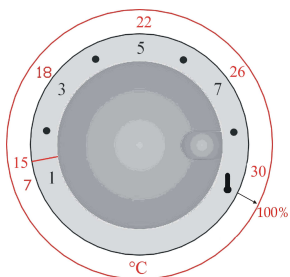

Figure 3: Echelle du bouton de réglage
4. Tourner le bouton de réglage pour sélectionner la température désirée (voir Figure 3). On peut régler la température d'ambiance entre 7°C et 30°C où le numéro 1 correspond à environ 7°C. A la fin de l'échelle de réglage, il y a la position 100%, qui réchauffe continuellement à la puissance maximum. L'échelle de température n'est pas linéaire. Utiliser l'échelle ci-dessus pour choisir la température désirée.